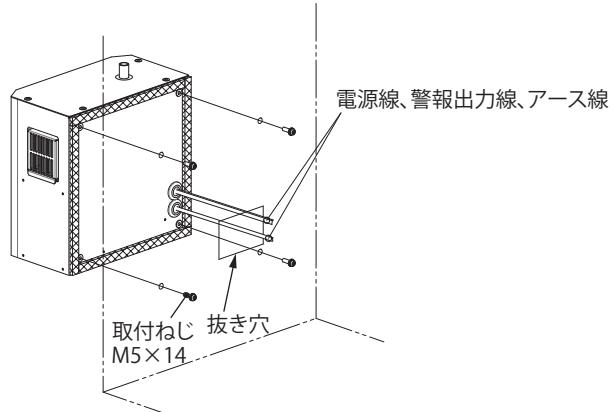

図3
2. 抜き穴から電線(電線、警報出力、アース)をキャビネット内側へ通してください。(図3)
3. 付属の取付ねじM5×14(4本)を使用して、キャビネットに確実に固定してください。(図3)